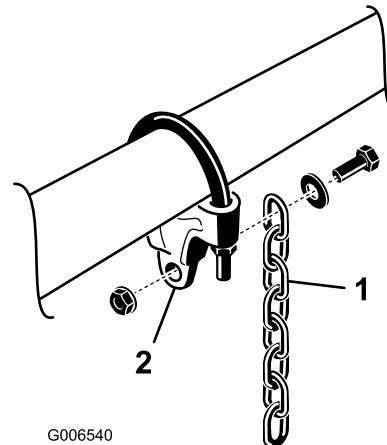

Figura 12
- Monte uma corrente de elevação em cada suporte da corrente com um parafuso, uma anilha e uma porca, posicionando conforme indicado em Figura 12